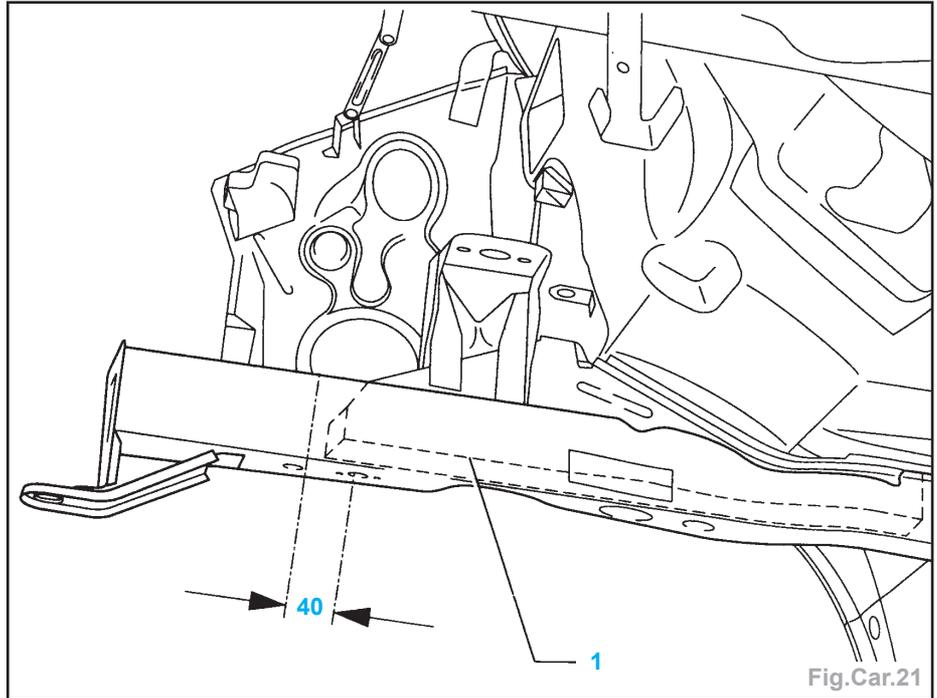

Fig.Car.21
**Nota :** Veiller à ne pas endommager le renfort intérieur (1) lors du découpage (Fig.Car.21).